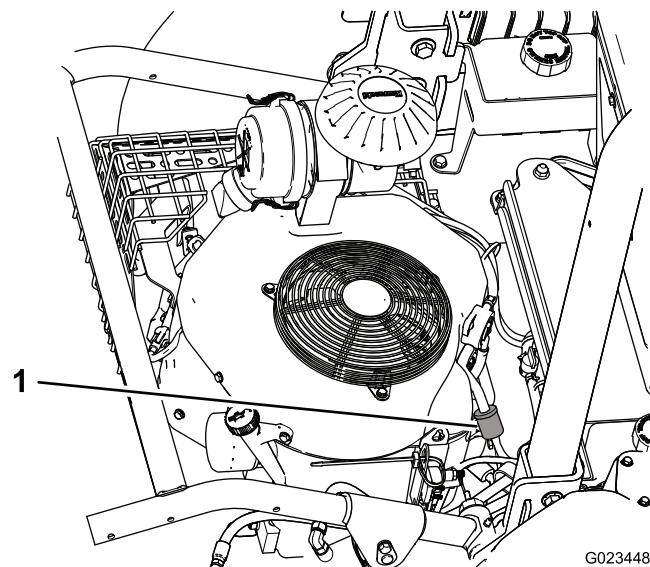

Figura 48
1. Allentate la fascetta stringitubo sul lato carburatore del filtro e rimuovete il tubo di alimentazione dal filtro (Figura 48 e Figura 49).